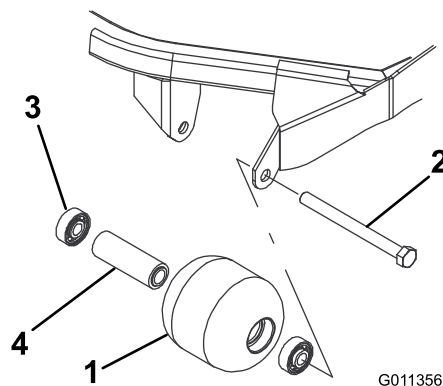

Figura 71
1. Retire el perno de montaje del rodillo (Figura 71).
4. Inspeccione el alojamiento del rodillo, los cojinetes, y el espaciador del cojinete (Figura 71) Sustituya cualquier componente dañado y vuelva a ensamblar el conjunto.
1. Introduzca a presión el primer cojinete en el alojamiento del rodillo (Figura 71). Haga presión solamente sobre el anillo de rodadura exterior, o de forma igual sobre el anillo exterior y el interior.
2. Introduzca el espaciador (Figura 71).
3. Introduzca a presión el segundo cojinete en el alojamiento del rodillo (Figura 71), haciendo presión de manera uniforme sobre el anillo de rodadura interior y el exterior hasta que el anillo de rodadura interior entre en contacto con el espaciador.